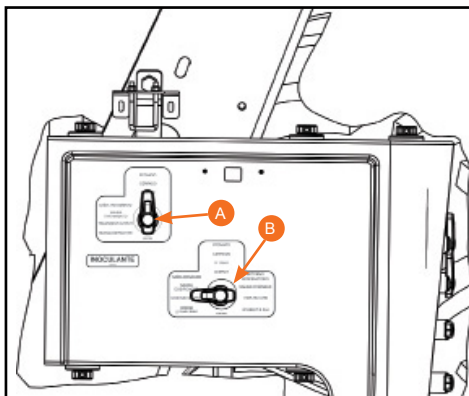

Figura 57
- Coloque o copo calibrador na saída de dosagem do produto, mova o registro (A) para a posição *Fechado* e o registro (B) para a posição *Saída Dosagem* (Figura 57).
- Após exato 1 minuto, mova o registro B para a posição *Retorno Reservatório* (Figura 57);